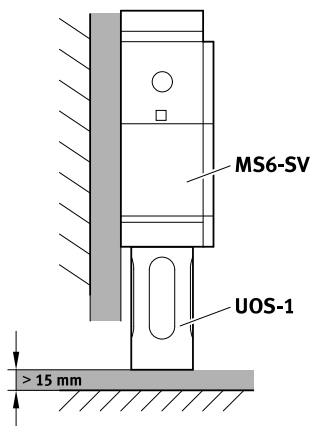

Fig. 7 Установка
- Обеспечьте расстояние минимум 15 мм под глушителем → Fig.7.